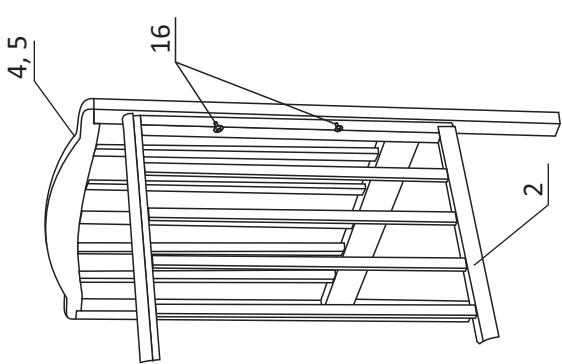

Рисунок 1.
2. Собрать заднее боковое ограждение (2) со спинками (4,5) на 4 винта M6х50(16) (см. рис. 1.)